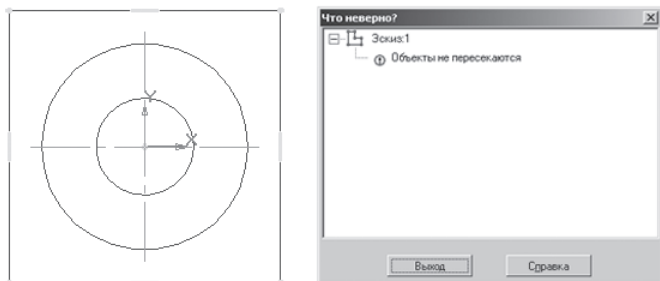

Рис. 144. Двойное вложение
5. в эскизе может быть один или несколько контуров. Все они должны быть замкнуты. Если контуров несколько, один из них должен быть наружным, а другие – вложенными в него. Допускается один уровень вложенности контуров. Если в эскизе несколько вложенных контуров, то внешний контур образует форму элемента выдавливания, а внутренние образуют отверстия (рис. 143). При двойном вложении контура система не может создать трехмерную модель и будет указывать на ошибку (рис. 144).